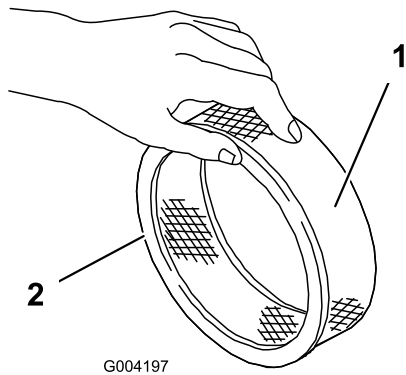

图 42
- 检查纸质过滤器是否存在破裂、油性薄膜和橡胶封条损坏（图 42）。
- 小心将泡沫预滤器滑到纸质过滤器上（图 42）。